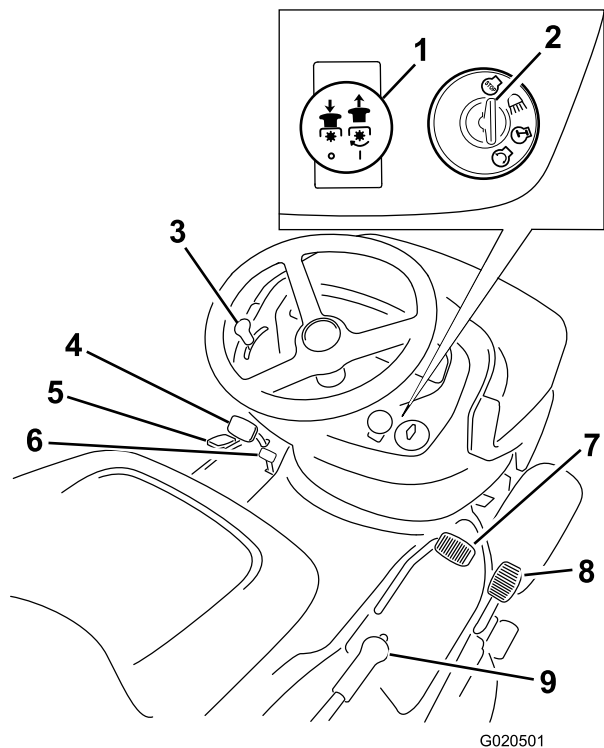

Figura 4
Familiarícese con los controles (Figura 4) antes de poner en marcha el motor y trabajar con la máquina.
1. Pise a fondo el pedal de freno (Figura 4) y manténgalo en esa posición.
1. Pise el pedal del freno (Figura 4).
2. Tire hacia fuera del pomo de control de las cuchillas (TDF) a la posición de Engranado (Figura 4).
2. Empuje el pomo de control de las cuchillas (TDF) a la posición de Desengranado (Figura 4).
4. Desengrane las cuchillas; consulte Figura 4.